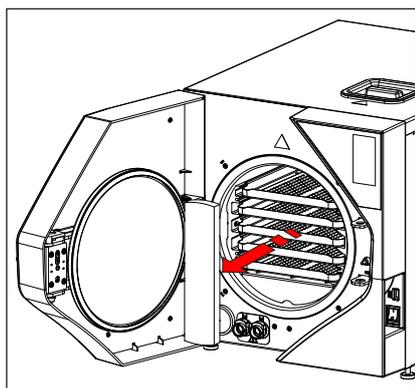

fig.9
- Rimuovere la protezione di plastica all'interno della camera (fig.9);